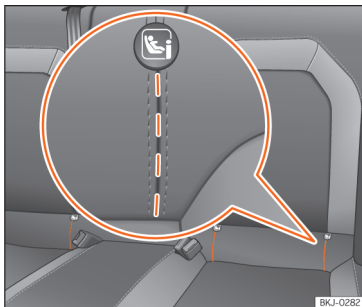

Abb. 24 Rücksitz: eingeprägte Schlitzlöcher für Griff auf die ISOFIX/i-Size-Halteösen.
bestimmten Fahrzeugen sind die Halteösen am Sitzgerüst, bei anderen am Ladeboden befestigt. Die „ISOFIX“-Halteösen befinden sich zwischen der Rücksitzlehne und der Rücksitzbank »» **Abb. 24**. Die Top Tether-Halteösen befinden sich im hinteren Bereich der
- Öffnen Sie vorab per Hand den eingepprägten Bereich hinter den markierten Schlitzen, um an die Halteösen zu gelangen »» **Abb. 24**.